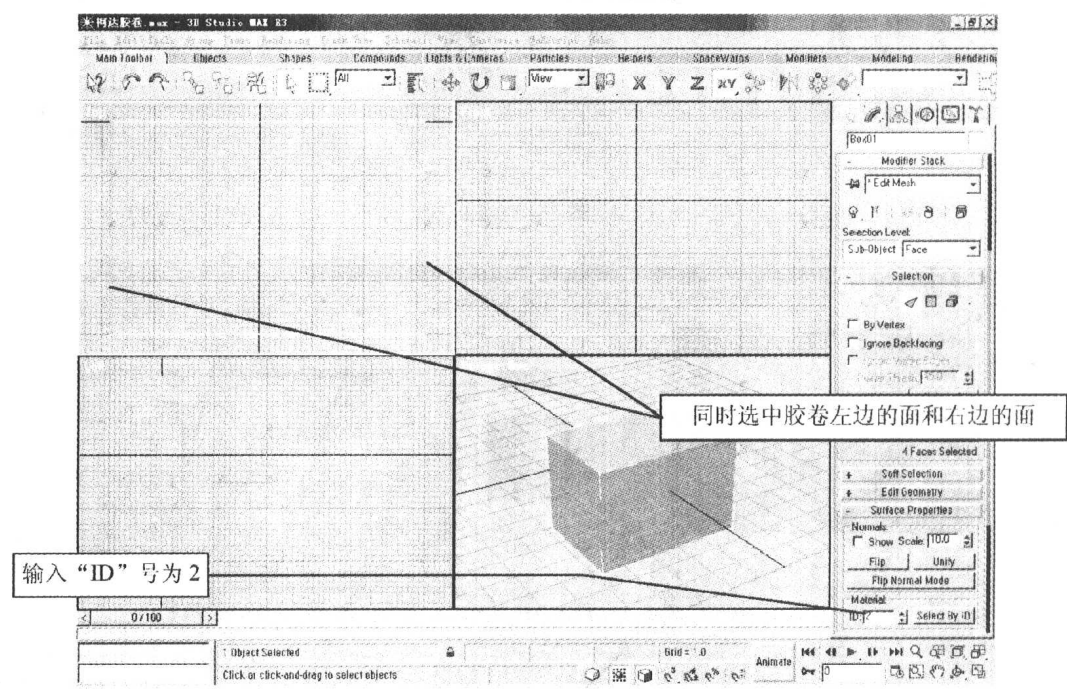

图 1-1-9
(7) 以同样的方法在“Top”(顶)视图区中同时选中胶卷左边的面和右边的面,如图1-1-9,并在命令面板中输入其“ID”号为2,将识别码2赋予左右两个面。